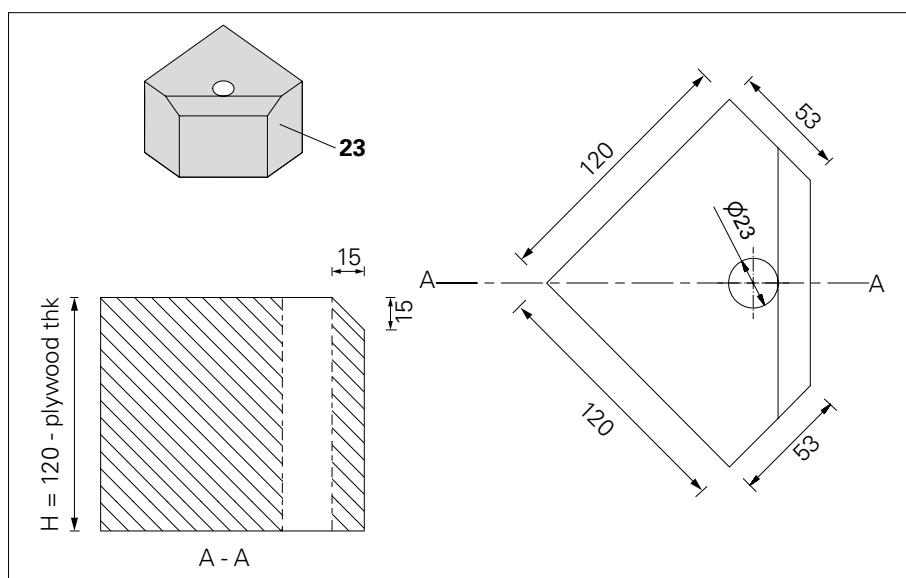

Fig. A7.07
2. Preparare un blocchetto in legno (23) con le dimensioni indicate. Altezza travetto H (in mm) = 120 – spessore pannello multistrato (Fig. A7.07)
2. Preparare un blocchetto in legno (23) con le dimensioni indicate, con altezza travetto ($H = 120$ - spessore pannello multistrato). (Fig. A7.07 a pagina 29)